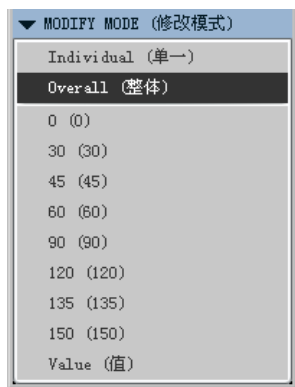

图 9.3.22 “修改模式”菜单
(4) 在图 9.3.22 所示的 **MODIFY MODE (修改模式)** 菜单中选择 **135 (135)**，然后选择 **Done (完成)**  **Done/Return (完成/返回)** 命令。